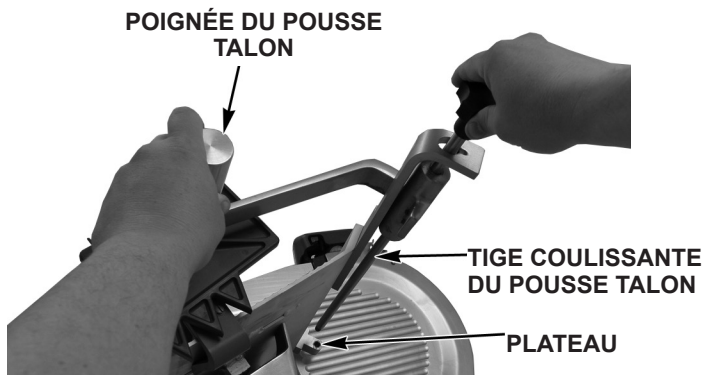

Fig. 7
- Le pousse talon (Fig. 7) est monté sur le plateau et peut être retiré pour le nettoyage.